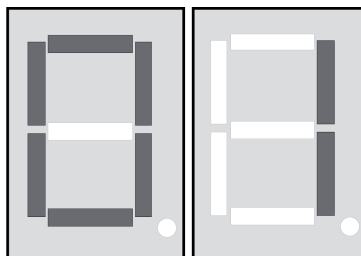

Figure 4: Affichage de canal allumé
- Raccorder la batterie monobloc 9 V au clip de raccordement (8).
L'affichage de canal (13) s'allume et indique le canal radio actuel (figure 4).
L'affichage de canal (13) est allumé (figure 4).
- Appuyer sur les deux touches ▲ et ▼ (12) pendant env. 5 secondes.
- Appuyer sur les deux touches ▲ et ▼ (12) pendant env. 10 secondes.